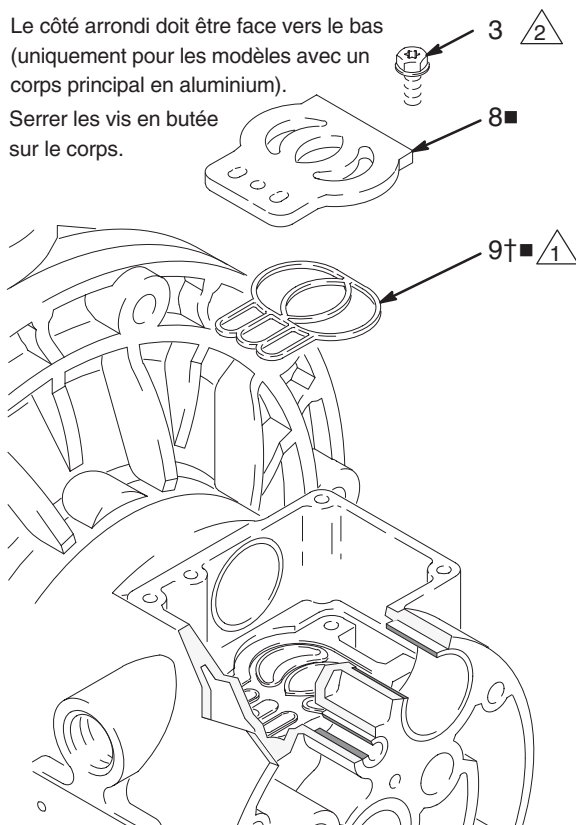

Fig. 9
5. Inspecter la plaque (8■) de la vanne en place. Si elle est endommagée, utiliser un tournevis Torx (T20) ou une clé à douille de 7 mm pour déposer les trois vis (3). Retirer la plaque (8■) et le joint (9) (ce dernier uniquement pour les modèles avec un corps principal en aluminium). Voir fig. 9.
2. Sur les modèles avec un corps principal en aluminium, insérer le joint (9) de la plaque du tiroir de distribution dans la rainure située au fond de la cavité des vannes. La partie arrondie du joint **doit être tournée vers le bas** dans la rainure. Voir fig. 9.
3. Monter la plaque (8) de la vanne d'air dans la cavité. Cette plaque est réversible sur les modèles avec un corps principal en aluminium, de sorte que les deux faces peuvent être tournées vers le haut. Reposer les trois vis (3) à l'aide d'un tournevis Torx (T20) ou d'une clé à douille de 7 mm. Serrer jusqu'à ce que les vis viennent en butée sur la plaque. Voir fig. 9.